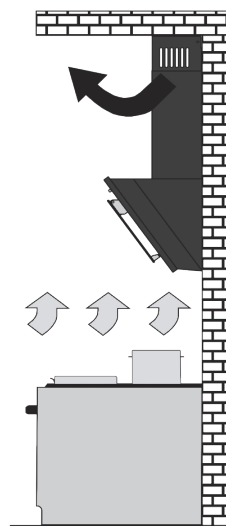

Рис. 2
- ☒ в режиме рециркуляции (замкнутый кругооборот воздуха в кухне) (рис.2).